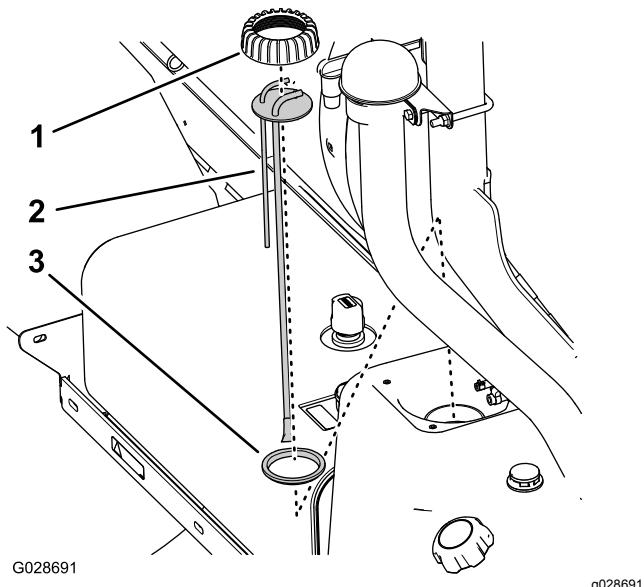

Figura 79
| 5. Ruotate il tappo del raccordo tubo/trasmettitore del carburante in senso antiorario, poi rimuovete il tappo (Figura 79). | |
- 6. Sollevate il gruppo del raccordo tubo/trasmettitore del carburante dal serbatoio del carburante (Figura 79).
1. Montate il tappo del tubo sopra il tubo stesso e quest'ultimo sulla guarnizione (Figura 79).
2. Allineate il tappo, il tubo e la guarnizione al serbatoio e, con attenzione, inserite il nuovo gruppo del tubo nel serbatoio del carburante (Figura 79).
3. Avvitate il tappo sul collo del serbatoio del carburante e serratelo manualmente (Figura 79).